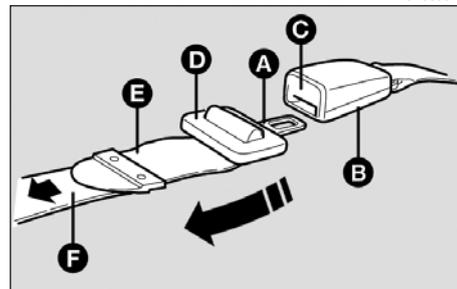

Abb. 48
**HINTERER MITTLERER BECKEN GURT (Abb. 48)**